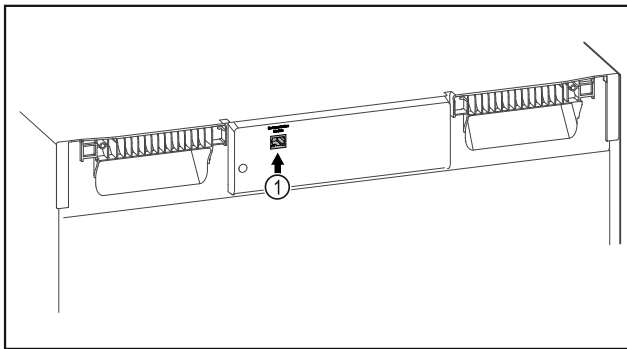

Fig. 138
- Moduli SmartModule Fig. 138 (1) është vendosur.